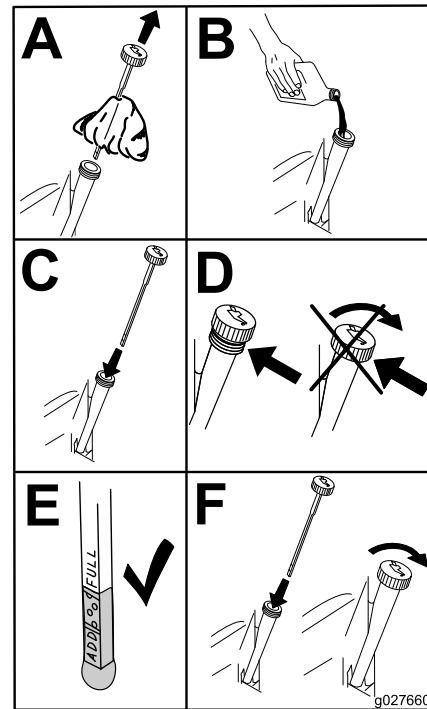

Figure 48
5. Versez lentement environ 80 % de l'huile spécifiée dans le tube de remplissage, puis faites l'appoint lentement jusqu'à ce que le niveau atteigne le repère maximum (Full) (Figure 48).